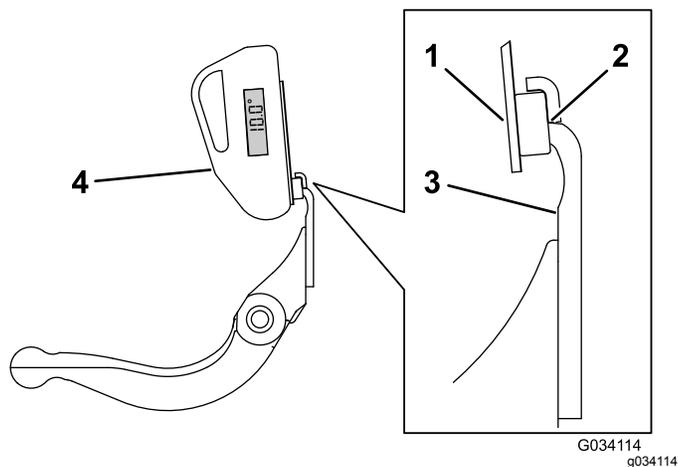

**Figura 66**
1. Coloque o indicador do ângulo no lado inferior da lâmina de corte, como se mostra na Figura 66.